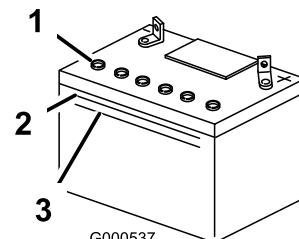

Figure 35
- Observez le côté de la batterie. Le niveau de l'électrolyte doit atteindre le trait **supérieur** (Figure 35). Le niveau d'électrolyte ne doit pas descendre au-dessous du trait inférieur (Figure 35).
- Enlevez les bouchons d'aération de la batterie (Figure 35).
- Versez de l'eau distillée avec précaution dans chaque élément jusqu'au repère supérieur (Figure 35) sur le côté de la batterie.
- Attendez cinq à dix minutes après avoir rempli les éléments. Au besoin, ajoutez de l'eau distillée pour amener le niveau jusqu'au repère supérieur sur le côté de la batterie (Figure 35).